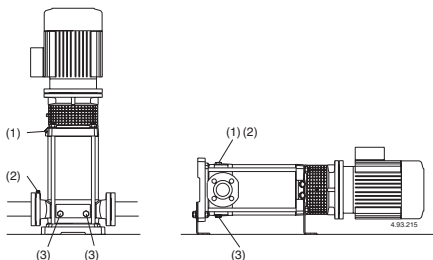

Fig. 4 (1) Vullen ontluchttingsplug
Wanneer de pomp boven het vloeistofniveau geplaatst is (zuigsituatie, **fig. 3A**) of in een situatie waar de toelopdruk te laag is (minder dan 1 m) om de terugslagklep te openen, vul de zuigleiding en de pomp door de vulopening (**fig. 4**).
Sluit de ontluchting voor (fig. 4) voor MXV-B, MXV(L) 25-32-40 en MXV(L)4 25-32-40 Sluit de naaldschroef (14.07) in de aftapplug (14.12) (fig. 4b) en sluit de ontluchting (14.04).
Wanneer zuigverliezen optreden (onderbreken van flow ondanks geopende afsluiters) of drukschommelingen weergegeven op de manometers, controleer of alle leidingverbindingen luchtdicht zijn en controleer of de naaldschroef van de ontluchting gesloten is (fig. 4).
Of, na het legen, reinigen door schoon water (minimaal 40 liter) in het vulgat (1) te gieten aan de afvoerkant en het weer uit het afvoergat (3) aan de aspiratiekant (**fig. 4**) te laten lopen.
Voor demontage, koppel de voedingskabel van het aansluitkastje, sluit de kleppen in de zuig- en persleidingen en ledig het pomphuis (**fig. 4**)